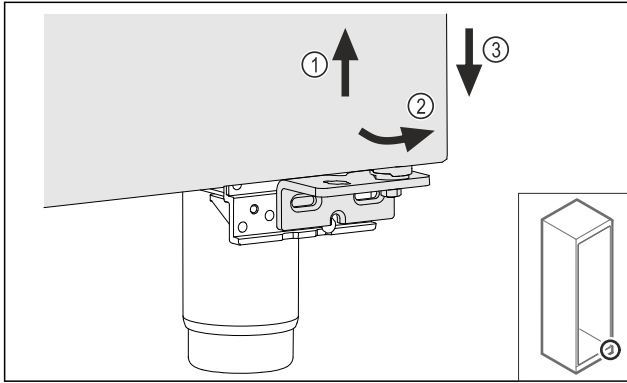

Fig. 16
- ▶ Duris šiek tiek kilstelėkite Fig. 16 (1), apačioje paverskite į priekį Fig. 16 (2) ir nuleiskite Fig. 16 (3).